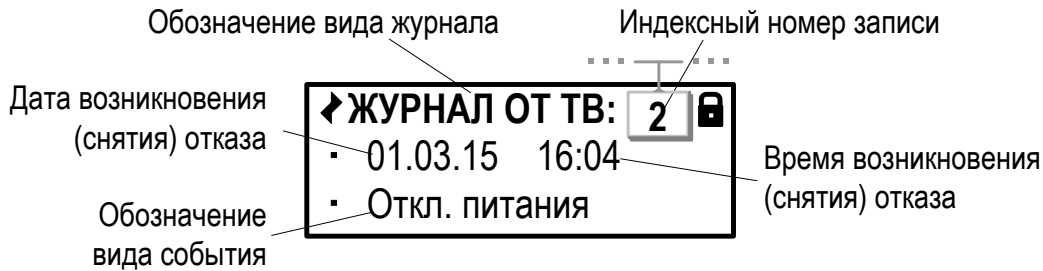

Рис.45. Вид окна индикации «Журнала отказов ТВ».
7.3.4. Отказы, возникающие в процессе работы тепловычислителя, фиксируются в **Журнале отказов ТВ** (рис.45).